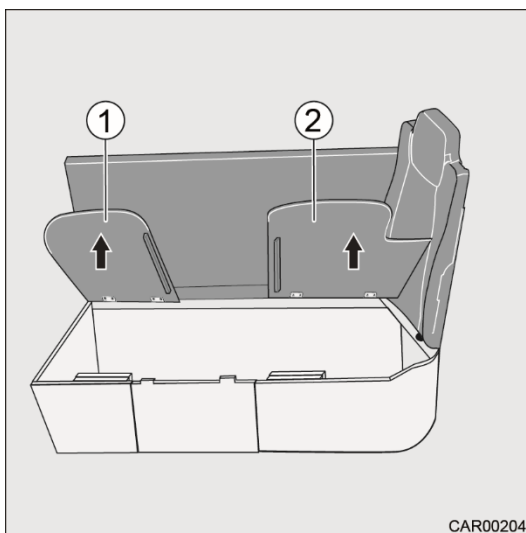

Fig. 33 Transformation du 5e siège
5. Relever les plaques de siège (Fig. 33/1 et 2).